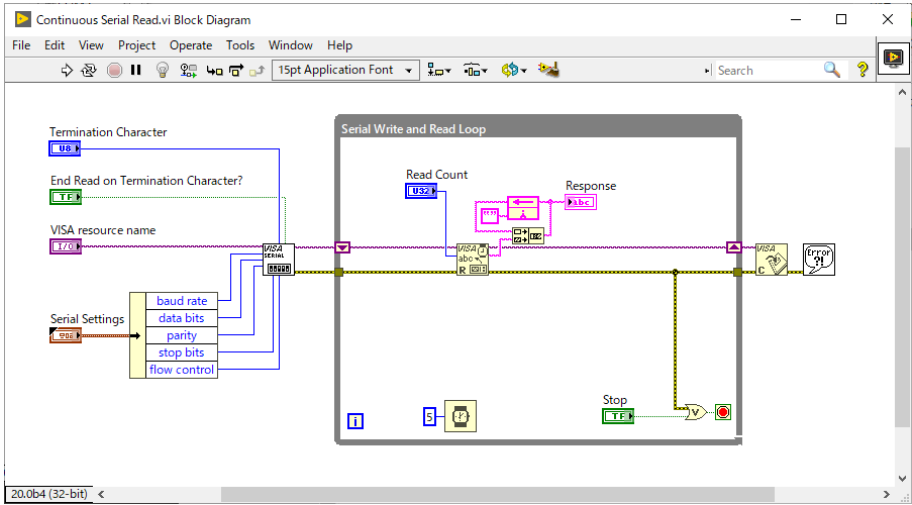

図 7-9 Continuous Serial Read.vi
**Serial Read.vi**として保存します（図7-9）。この数字の文字列を数値に変換すれば加減乗除やグラフに表示することができます。